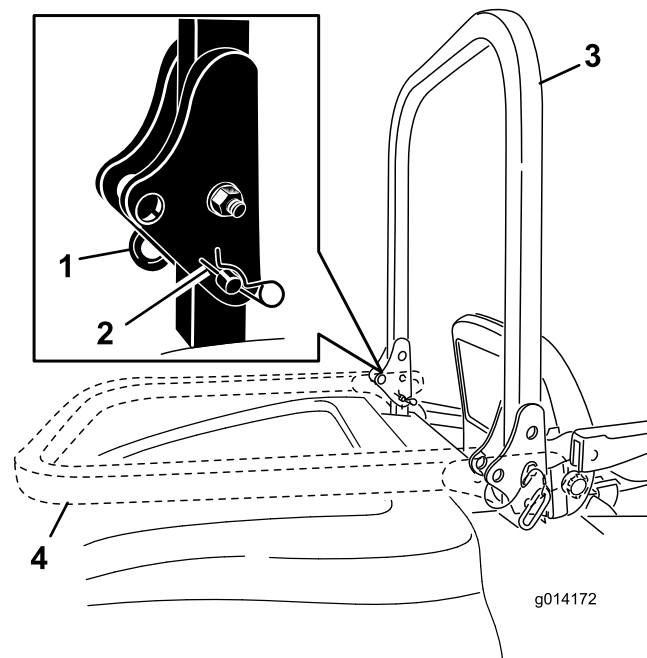

Figura 18
2. Rimuovete le 2 coppiglie e i 2 perni (Figura 18).
3. Alzate completamente il roll bar (Figura 18).
4. Fissate il roll bar con i 2 perni e le 2 coppiglie (Figura 18).
1. Rimuovete le coppiglie, spingete in avanti il roll bar contro le molle e rimuovete i 2 perni (Figura 18).
2. Abbassate il roll bar (Figura 18).
3. Montate i 2 perni nelle piastre di articolazione e fissate i perni con le 2 coppiglie (Figura 18).